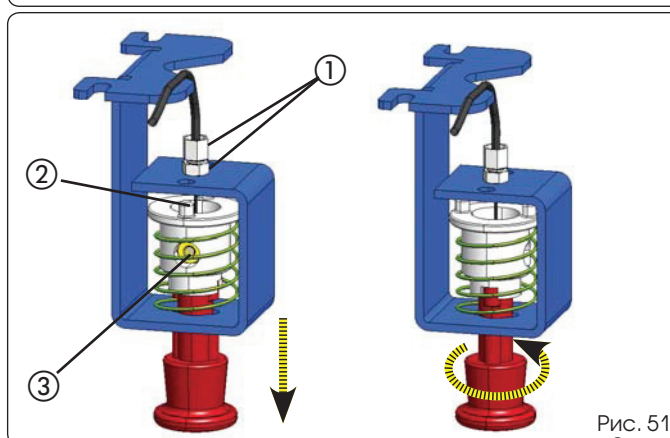

Рис. 51
- Зафиксируйте регулировочный винт при помощи соответствующей гайки, как показано на рис. 51, поз. 1.
- Вставьте стальной трос в регулировочный винт, позвольте ему вытянуться внутри устройства аварийного открывания (рис. 51, поз. 2).
- Зафиксируйте стальной трос при помощи соответствующего зажима и затяните винт (рис. 51, поз. 3).
- Заблокируйте ручку, потянув за нее и повернув ее на 90°, убедитесь, что она не возвращается в исходное положение (рис. 51).
- Если необходимо выполнить регулировку, используйте регулировочный винт на кронштейне ручки (рис. 51, поз. 1).